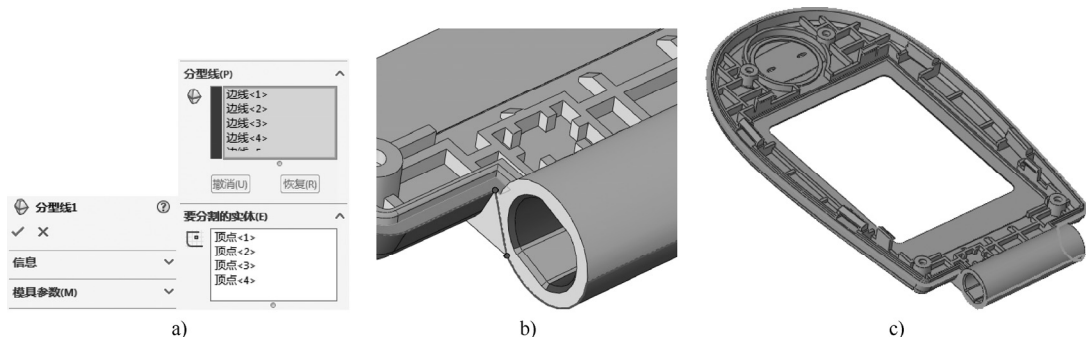

图 10-52 创建分型线操作
STEP 2 单击“模具工具”工具栏的“分型线”按钮，选择“前视基准面”作为参照面，顺次选择手机壳最外侧的边线，并在两端前部转轴竖面处，使用“要分割的实体”卷展栏选择顶点创建分型线，如图 10-52 所示。